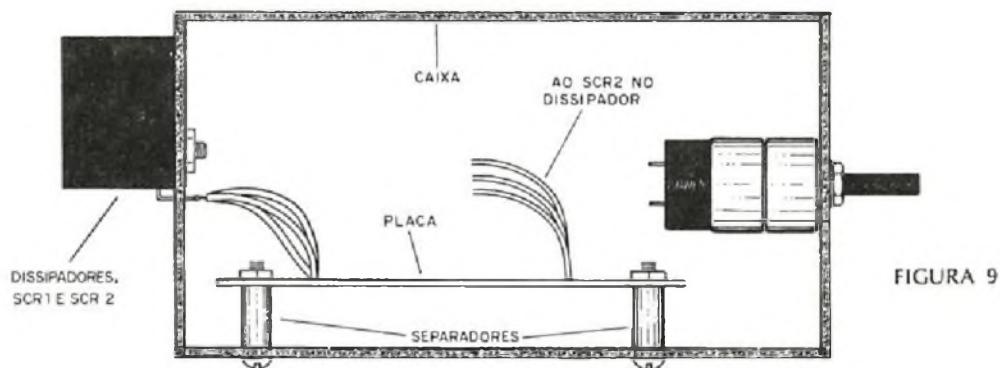

FIGURA 9
a) Solde em primeiro lugar os SCRs observando sua posição. Depois de terminar todas as soldagens é que o montador deverá fixar com a ajuda de parafusos o dissipador de calor. Na montagem em placa de circuito impresso, o SCR pode ser instalado fora da caixa, conforme mostra a figura 9, com fios de ligação. A soldagem dos SCRs deve ser feita rapidamente pois estes componentes são sensíveis ao calor.